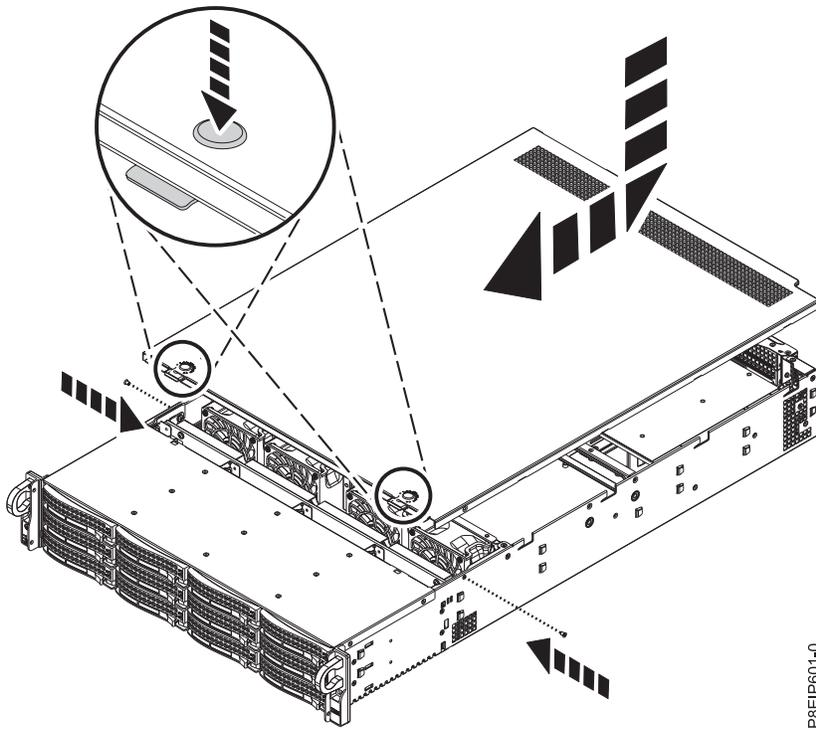

Figura 96. Sustitución y fijación la cubierta
2. Deslice la cubierta hacia adelante hasta que encaje en su sitio, como se muestra en la Figura 96.